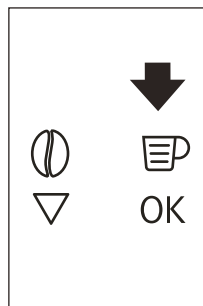
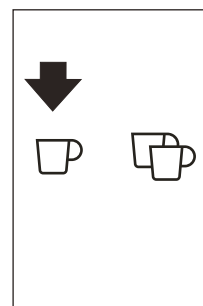
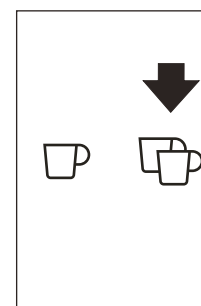

Fig. 18
Fig. 19
Fig. 20
- Premere l'icona (B5) (Fig. 18) per selezionare il tipo di caffè desiderato: espresso, tazza piccola, tazza media, tazza grande, mug. Premere l'icona (B10) (Fig. 19) se si desidera fare un caffè, se, invece, si desidera fare 2 caffè premere l'icona (B11) (Fig. 20). A questo punto la macchina macina i chicchi ed esegue l'erogazione nella tazza. Una volta ottenuta la quantità di caffè pre-impostata, la macchina ferma l'erogazione automaticamente e provvede all'espulsione della pasticca esausta di caffè nel contenitore dei fondi.